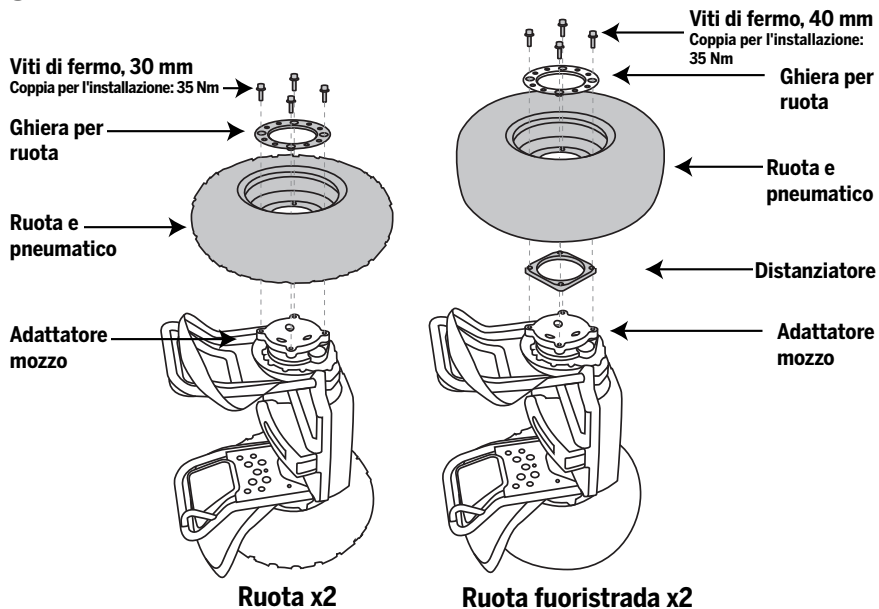

Figura 1. Rimozione o installazione dell'insieme ruota/pneumatico
2. Per rimuovere l'insieme ruota/pneumatico, la ghiera per la ruota e il distanziatore (solo per x2 fuoristrada), inclinare il Segway PT sul fianco con la ruota da rimuovere in alto, e l'altra adagiata su una superficie pulita e liscia. Vedere la Figura 1.
3. Togliere le (4) viti di fermo con la chiave a brugola esagonale da 8 mm. Trattenere la ruota per impedirne la rotazione. Sollevare la ruota ed eliminare qualsiasi traccia di residuo dalle superfici di montaggio. Per il pneumatico fuoristrada x2: sollevare anche il distanziatore. Vedere la Figura 1.
4. Per reinstallare l'insieme ruota/pneumatico e la ghiera, collocare la ruota sopra l'adattatore mozzo con la valvola rivolta all'esterno. Per il pneumatico fuoristrada x2: collocare il distanziatore sopra l'adattatore mozzo e quindi la ruota sopra il distanziatore. Vedere la Figura 1.
5. Collocare la ghiera sopra la ruota. Avvitare le (4) viti di fermo da 30 mm incluse a questo kit attraverso la ghiera e la ruota fino ad innestarle nell'adattatore mozzo. Per il pneumatico fuoristrada x2: avvitare le (4) viti di fermo da 40 mm incluse a questo kit attraverso la ghiera, la ruota e il distanziatore fino ad innestarle nell'adattatore mozzo.